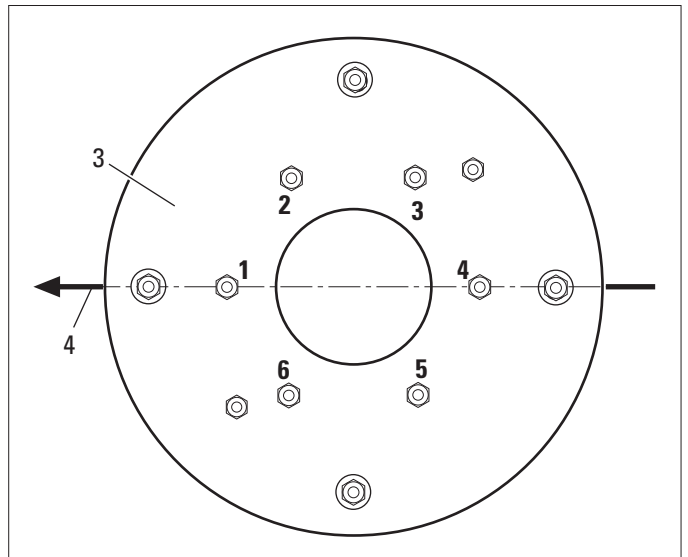

Bild 4
Um die Montage des Telescope Mounts zu erleichtern, sollten die Befestigungsschrauben auf der Unterseite des Deckenplattenflanschs (3) nummeriert werden. Die Zahl 1 muss in Richtung der Hauptachse (4) zeigen, die Zahl 4 ist gegenüber (Bild 4).